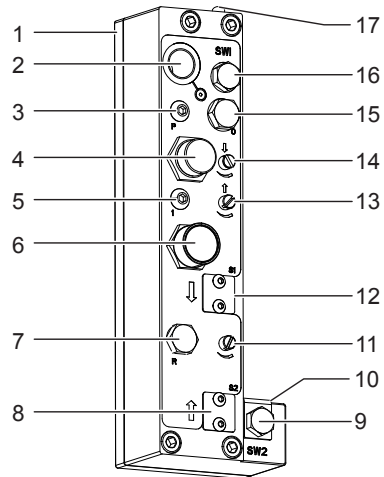

Figura 3
- Regule o espaço entre (1) e (2) de forma a ficar igual à profundidade do furo requerido, MAIS a distância em que a broca está acima da peça a ser trabalhada através de desliz (3).
- Bloqueie na posição com (4) para o binário recomendado.
- Posicione a HCU em (3).
- Regule o espaço entre (6) e (7) para uma distância conforme requerida acima da peça a ser trabalhada.
- Desaparafuse (8) da HCU para ajustar a resistência na HCU para o mínimo.
- Abra totalmente (13), Figura 3.
- Feche (11), Figura 3.
- Ligue a alimentação de ar e premir (6), Figura 3.
- Regule a Figura 3 (11/13) de forma a obter as alimentações de avanço e de recuo para a operação.